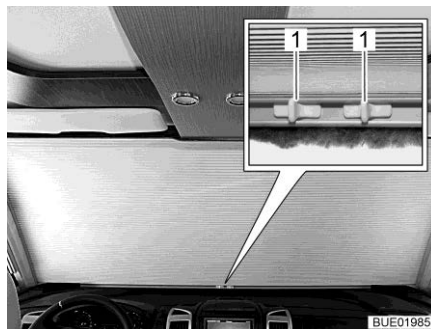

Fig. 103 Dispositif occultant du pare-brise manuel, fermé
- Appuyer sur les poignées (Fig. 103,1).